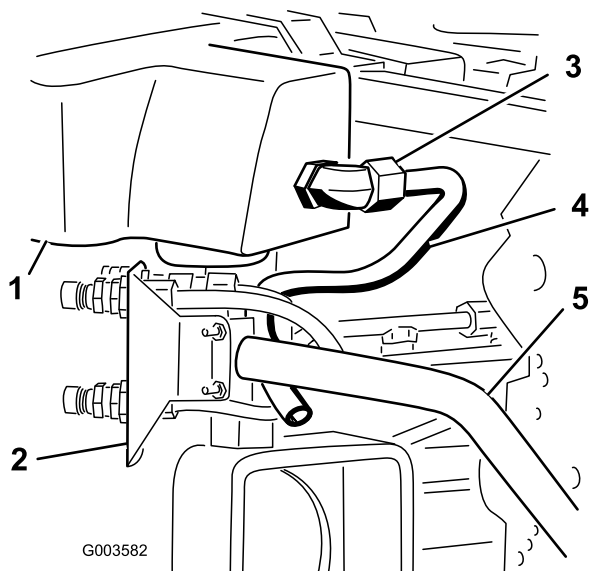
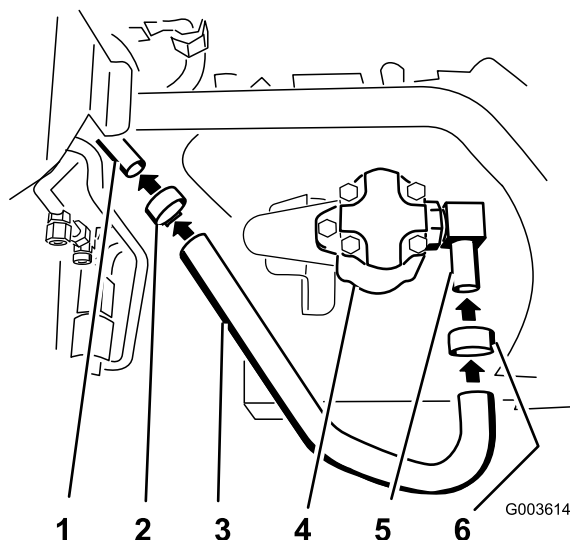
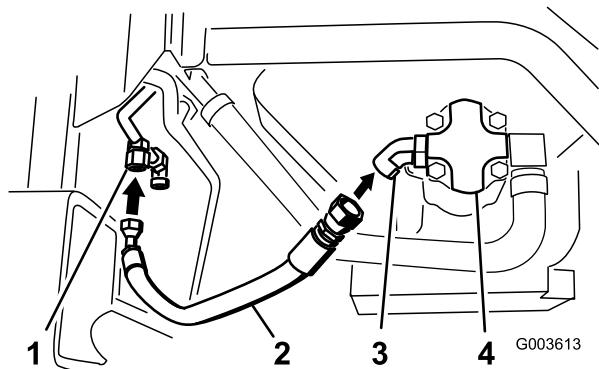
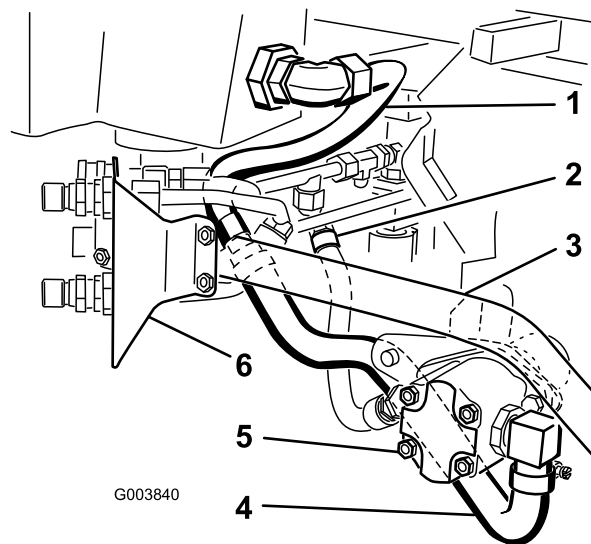

Figura 25
Figura 26
Figura 29
Figura 30
4. Posicione o tubo hidráulico número 3 na máquina como se mostra em Figura 25.
5. Instale o tubo hidráulico número 3 no grande cotovelo de 90 graus instalado no filtro de rede e depósito hidráulico (Figura 25 e Figura 30).
3. Aperte um grampo de tubo em redor do tubo e cotovelo (Figura 26).
4. Instale o grande tubo hidráulico no tubo hidráulico número 3 (Figura 26).
5. Aperte o grampo de tubo em redor do tubo e tubo hidráulico número 3 (Figura 26).
2. Instale o grande tubo hidráulico no cotovelo de 90 graus instalado no lado da bomba hidráulica (Figura 26 e Figura 30).
8. Instale os tubos hidráulicos com encaixes no cotovelo de 45 graus ligado à bomba hidráulica (Figura 29 e Figura 30). Estará abaixo do cilindro hidráulico.
9. Utilize Figura 30 para os locais correctos dos tubos e tubos hidráulicos na bomba hidráulica.